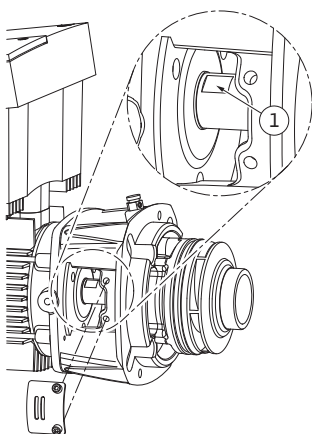

Fig. 54: Plochy kľúča na hriadeľi
15. Do okienka medzikusu zaveďte otvorený kľúč, optimálne s veľkosťou 22 mm, a hriadeľ pevne pridržiňte na plochách kľúča (Fig. 54, pol. 1). Odskrutkujte maticu obežného kolesa (Fig. 7, pol. 15). Obežné koleso (Fig. 7, pol. 16) sa automaticky stiahne z hriadeľa.
24. Pri montáži obežného kolesa do okienka medzikusu zavedte otvorený kľúč, optimálne s veľkosťou 22 mm, a hriadeľ pevne pridržiňte na plochách kľúča (Fig. 54, pol. 1).